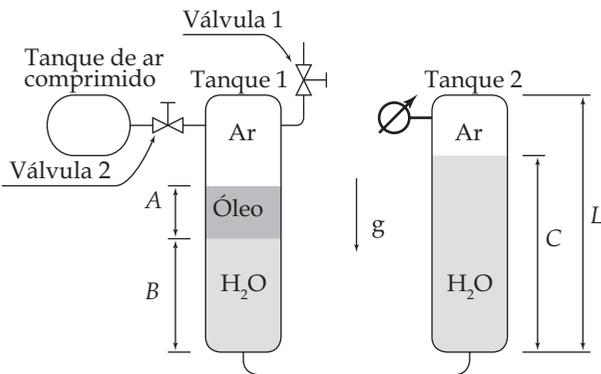

Figura Ep1.25
**Ep1.25** Observe a Figura Ep1.25, na qual há dois tanques cilíndricos de mesma altura. Sabe-se que a pressão atmosférica local é igual a  $100 \text{ kPa}$ , a temperatura ambiente é igual a  $20^\circ\text{C}$ ,  $A=1,0\text{m}$ ,  $B=3,0\text{m}$ ,  $C=4,8\text{m}$ ,  $L=5\text{m}$ ,  $D_1 = 0,2 \text{ m}$ ,  $D_2 = 0,5 \text{ m}$ , a massa específica da água é igual a  $1000 \text{ kg/m}^3$  e a do óleo é igual a  $800 \text{ kg/m}^3$ .